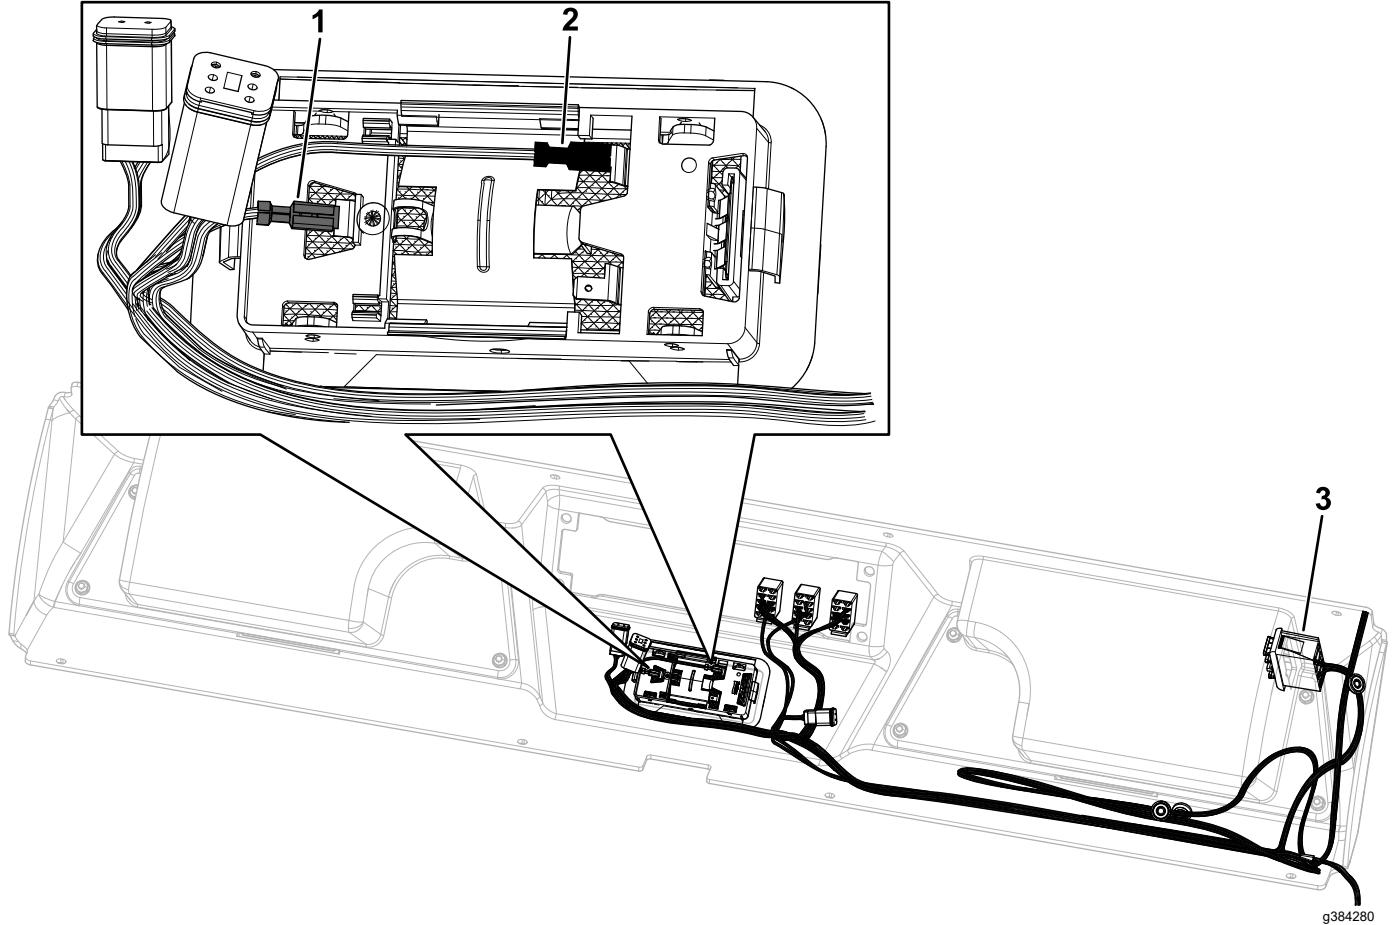

Figura 4
2. Disponete il cablaggio preassemblato attraverso l'apertura superiore sinistra nella console sovrastante come illustrato nella Figura 4.
3. Collegate la luce abitacolo ai connettori sul cablaggio preassemblato (Figura 4).
Assicuratevi di collegare i cavi alla luce abitacolo come illustrato nella Figura 4.